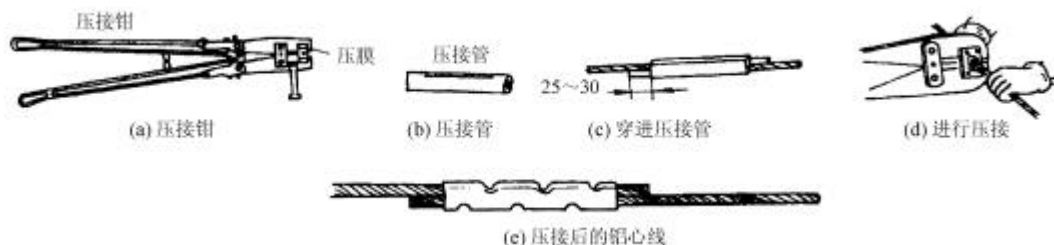

图 1-5 压接法所用工具及方法
② 压线管压接法连接：这是利用铝压接管（又称铝套管），使用压接钳实现铝导线的连接。该方法适用于较大负荷多根铝心导线的连接，如图 1-5 所示。